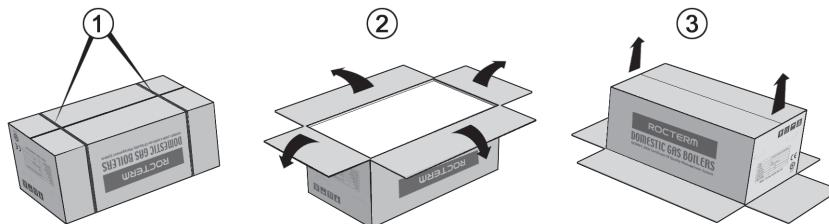

Рис. 7.1 Правильное открытие коробка
7.1 Откройте упаковку (смотрите рис. 7.1)